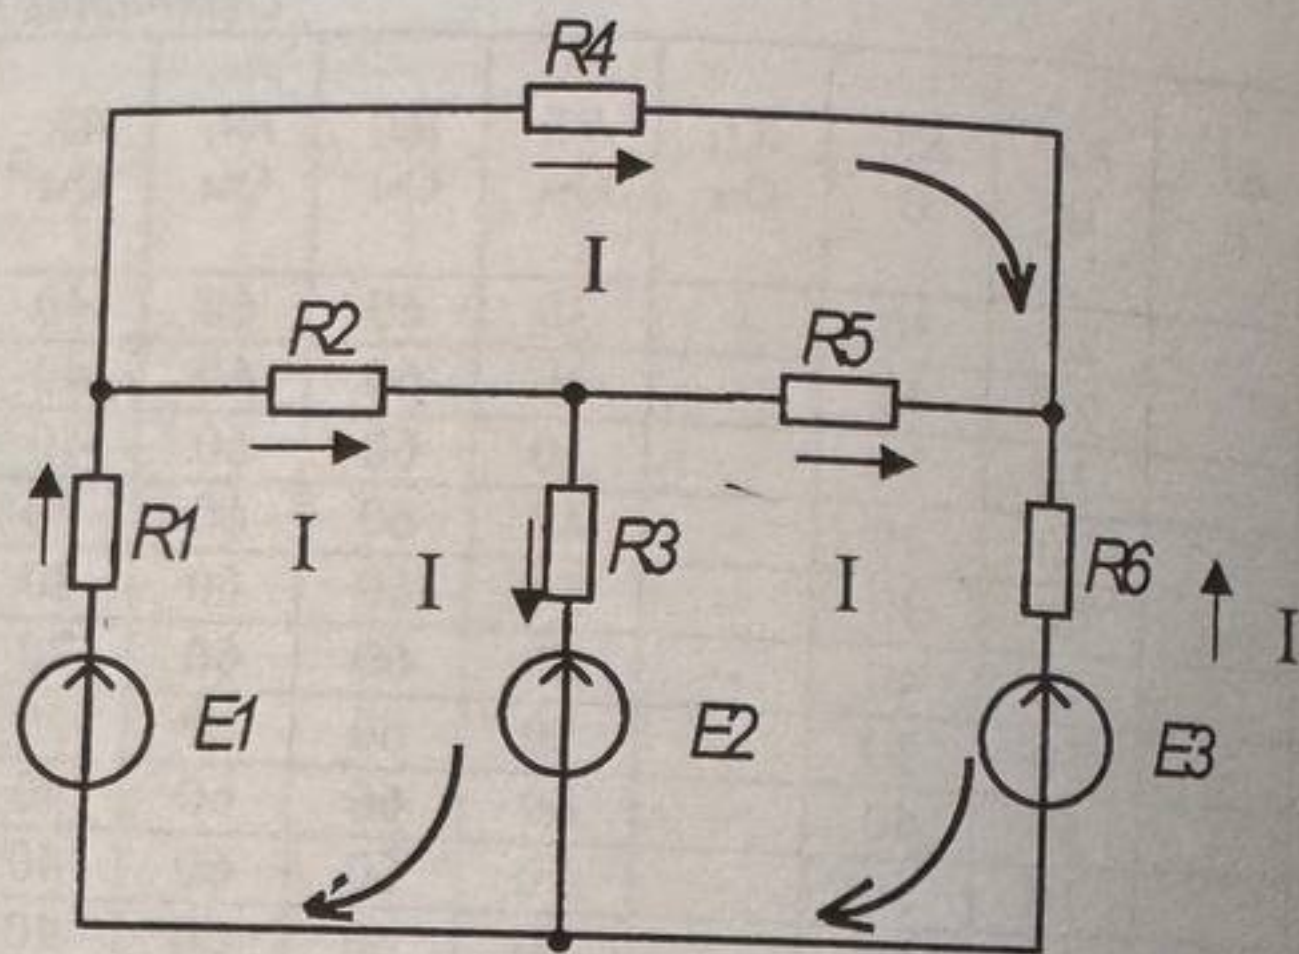

Рис. 5. Схема для примера расчета
2. Выбираем обозначения и направления токов в ветвях, как показано на рис. 5.
3. Выбираем три контура и направления их обхода. На рис. 5 выбраны три внутренних контура и направления обхода по часовой стрелке. Контура должны включать все элементы цепи.
Для цепи, показанной на рис. 5, формула (3) приводится к следующему виду: